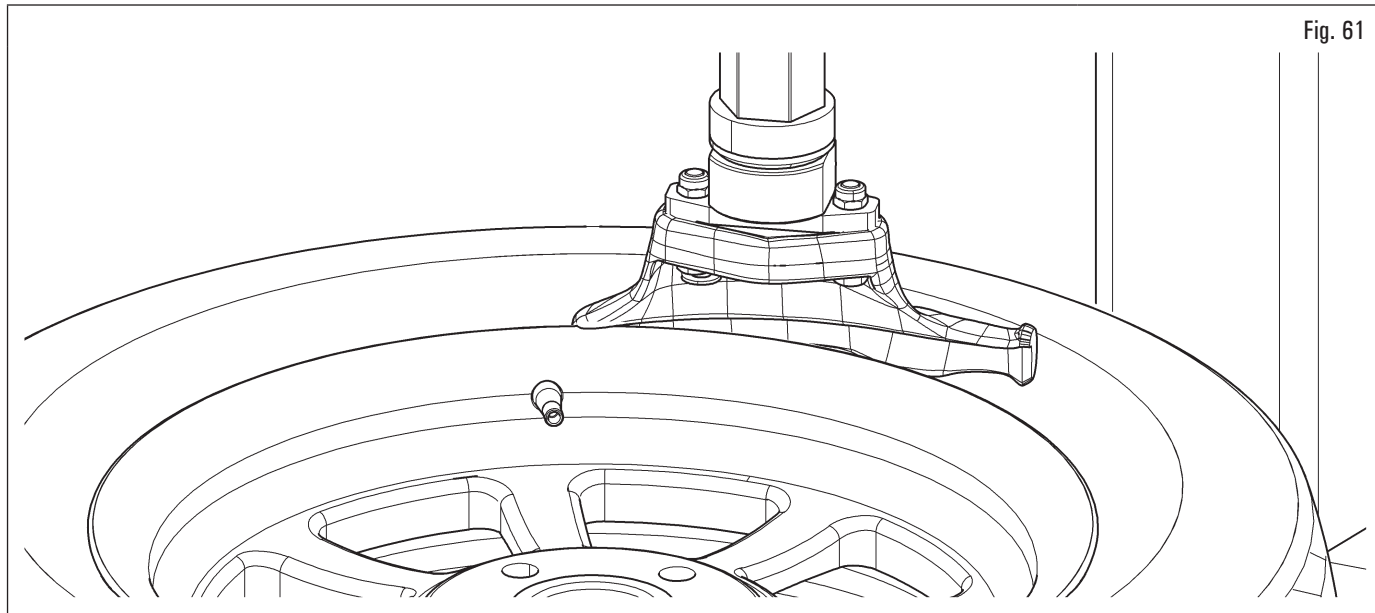

Fig. 61
2. gire el mandril autocentrante para llevar la válvula inmediatamente a la izquierda de la cabeza útil a las "11" (Fig. 61);